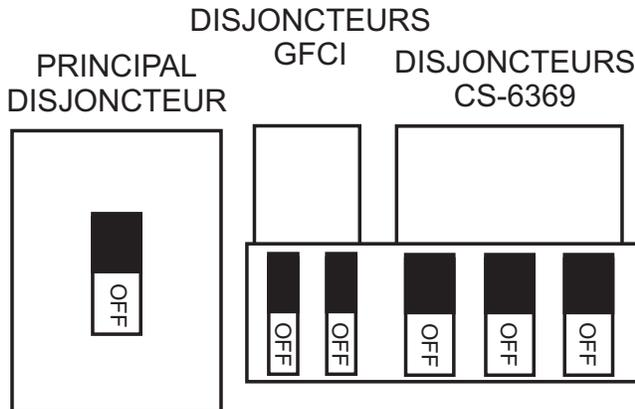

Figure 37. Disjoncteur GFCI, Principal ou Secondaire en Position OFF (DÉSACTIVÉ)
1. Placez le disjoncteur **GFCI, principal ou secondaire** (Figure 37) en position **OFF (DÉSACTIVÉ)** avant de démarrer le moteur.
1. Placez le **Commutateur Convertisseur MPEC** (Figure 37) en position **OFF/RESET** (désactiver/réinitialiser).
1. Placez les disjoncteurs **PRINCIPAL**, **GFCI** et de **CHARGE** comme indiqué sur la Figure 37 en position **OFF**.